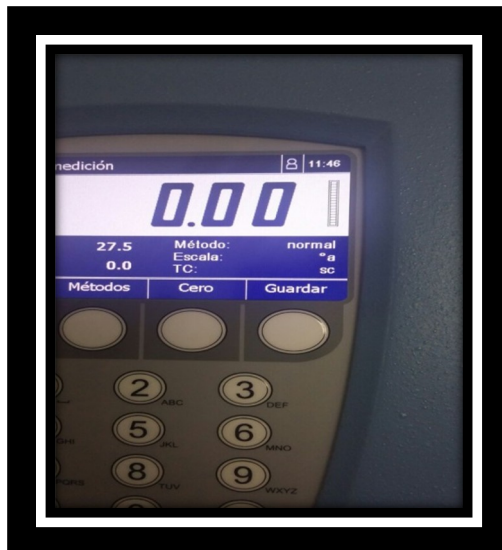

Figura 4
- 6.3.2 Se marca 0 en el equipo antes de usarlo (Figura 4).